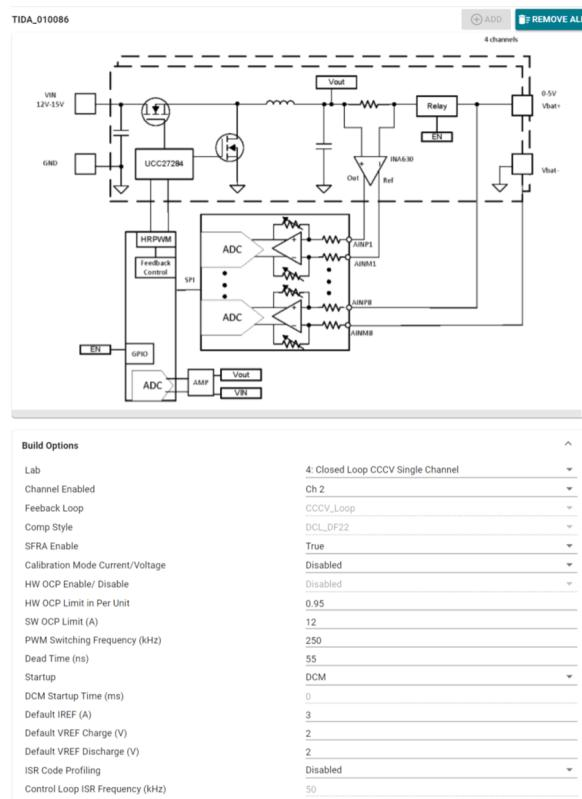

图 3-2. 该设计的 powerSUITE GUI 页面
4. 此操作将工程导入到工作区环境中, 并显示具有与图 3-2 类似的 GUI 的配置页面。